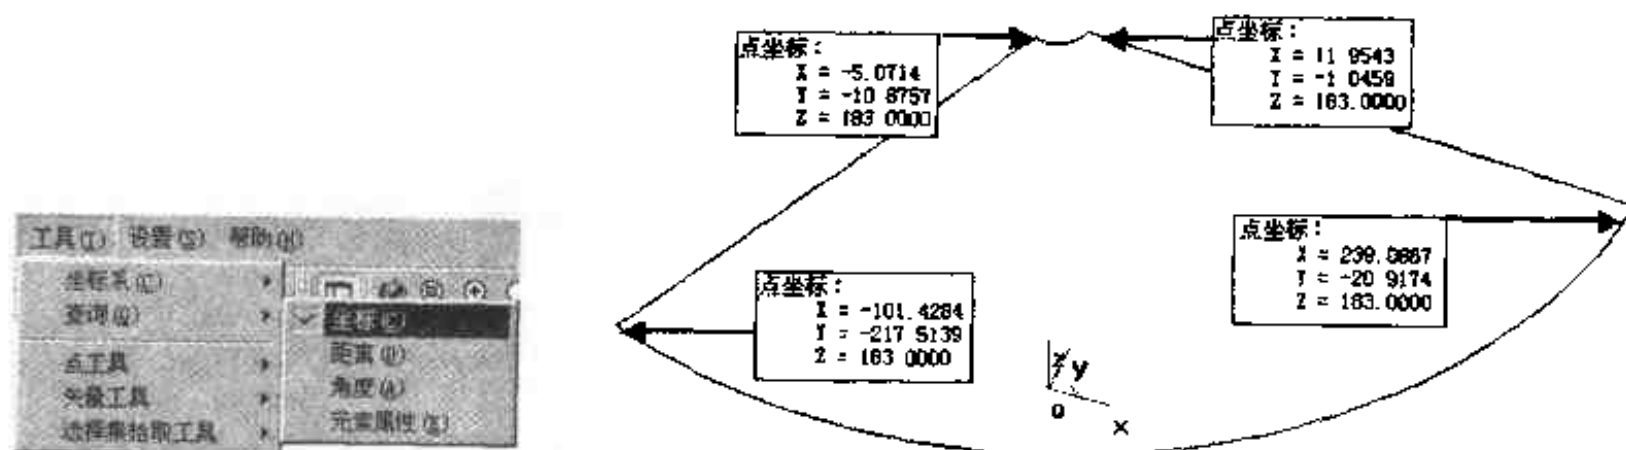

图 2.104 查询顶点的空间坐标
- (2) 选择【工具】|【查询】|【坐标】命令, 先后拾取如图 2.104 所示的 4 个顶点, 得到它们各自的坐标。